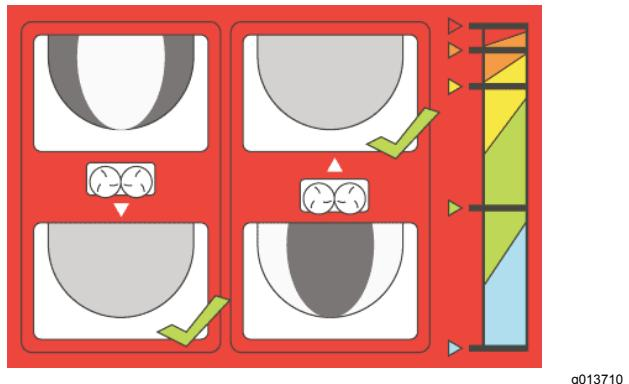

Figure 40
Pour y remédier, **le réglage de la base** comprend une illustration indiquant le repositionnement correct de la base (Figure 40).
**Remarque:** Les couleurs sur l'autocollant de la Figure 40 correspondent aux couleurs de l'autocollant principal (Figure 27).